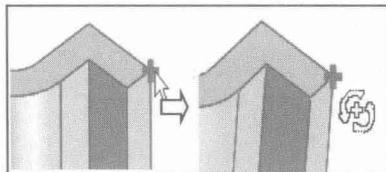
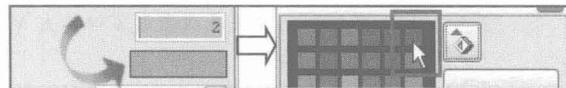

图 1.10 绕点旋转
图 1.11 编辑对象的颜色显示
- (2) 使用鼠标按键旋转视图：在图形窗口中按住 MB2 并移动光标。
- (3) 绕一点旋转：在图形窗口中持续按住 MB2 直到显示一个绿色加号，不要释放按键而移动光标，则部件绕此点旋转，如图 1.10 所示。
- (4) 按下键盘上的 $<\text{End}>$ 键，系统切换视图到“Isometric”定向。
- (5) 平移视图：单击“平移（Pan）”按钮→按住 MB1 并移动光标→释放鼠标按键→单击 MB2 关闭平移功能；同时按下 MB2 和 MB3 并移动光标→释放按键。
- (6) 动态缩放视图：单击“动态缩放（Zoom In/Out）”光标→将光标置于图形窗口的中心附近→按下 MB1 并上下移动光标→释放鼠标按键，单击 MB2 关闭动态缩放功能；同时按下 MB1 和 MB2 并移动光标也可以执行同样的操作。
- (7) 窗口缩放：单击“Zoom”按钮→按下 MB1 并拖动一个矩形→释放鼠标按键，系统将矩形框内的内容显示到全屏幕。
- (8) 单击“Fit”按钮，系统切换所有部件到全屏显示。
- (9) 改变部件的外观：选择【编辑】/【对象显示】命令→选择实体→单击按钮→在编辑对象显示对话框中单击“颜色（Color）”方框（如图 1.11 所示）→在调色对话框中选择一种颜色→OK，系统完成部件颜色的修改。